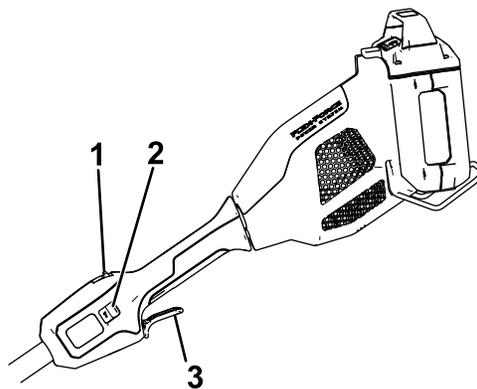

Figure 8
5. Pour mettre l'accessoire en marche, appuyez sur le bouton de verrouillage, puis serrez la gâchette de marche (Figure 8).
Pour arrêter le taille-haie, relâchez la gâchette (Figure 8). Patientez au moins 5 secondes jusqu'à l'arrêt complet de la lame.